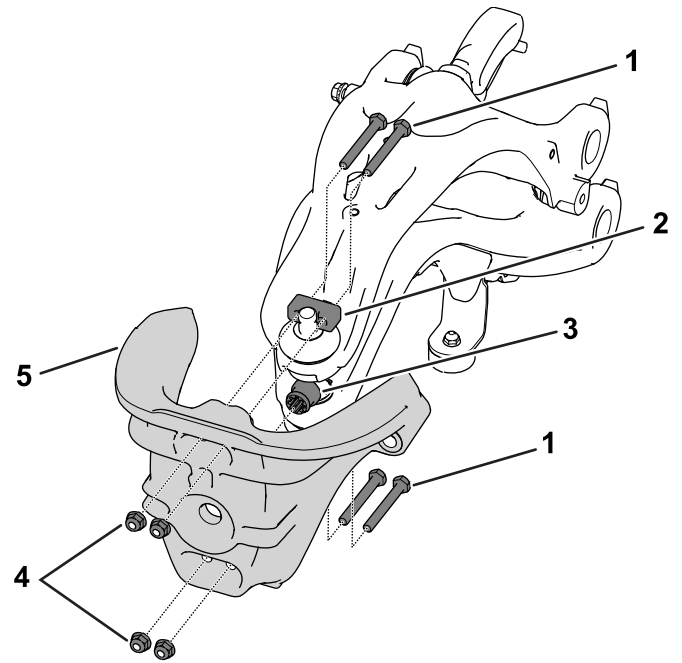

**Figure 2**
- Déposez la traverse en desserrant puis en retirant les écrous qui fixent les bras des tiges de liaison à la tête de direction (Figure 2).
- Montez la traverse sur la tête de direction (Figure 2).